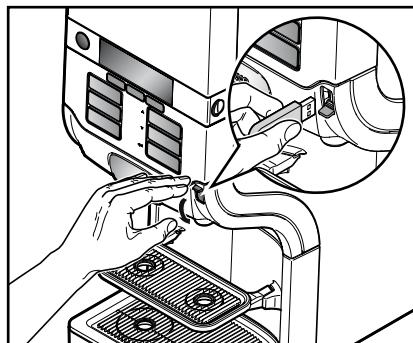

Рис. 23
- Вставить USB-ключ 'временного отпуска напитков' в USB-разъем автомата. (Рис. 23)